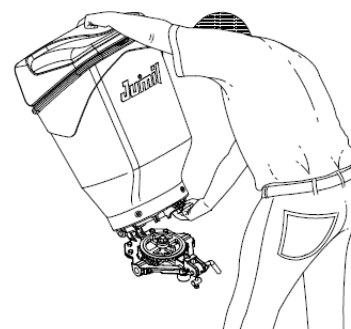

Figura 107
- Retire o depósito inclinando-o para frente e puxando para trás (Figura 107).